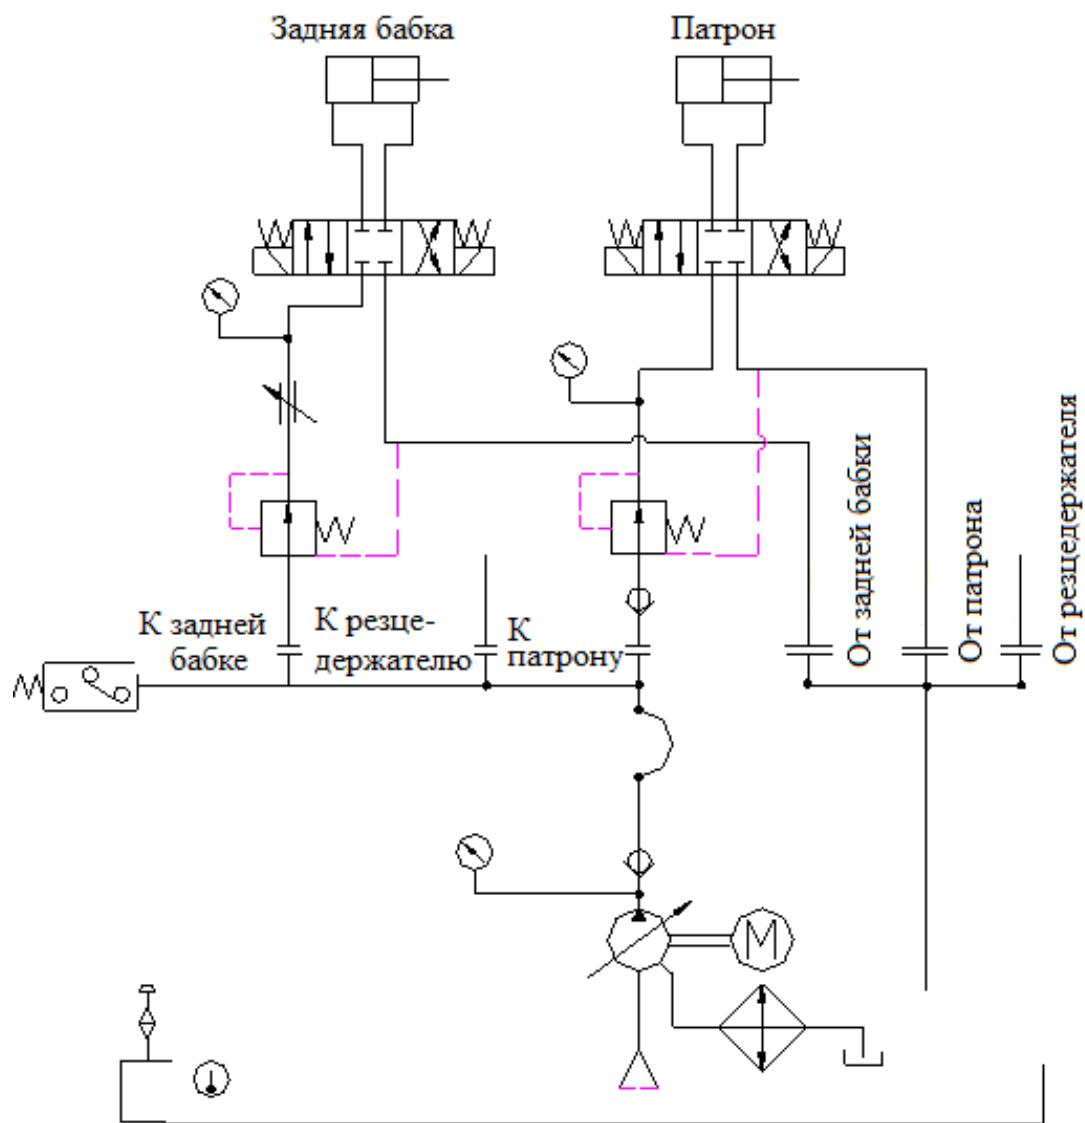

Рис. 5 Принципиальная схема расположения гидравлической системы
- 4) Если в станке используется гидравлический патрон, см. принципиальную схему расположения гидравлического оборудования (Рис. 5). Регулировка давления в системе осуществляется с помощью насоса с поворотными лопатками. Давление в патрубке регулируется с помощью редукционного клапана, который управляет манометром.
Подача питания в патрон и заднюю бабку станка осуществляется посредством автономной гидравлической системы, которая включает в себя масляный резервуар, электродвигатель, лопаточный насос, встроенный маслоагрегат, группа клапанов, трубопровод, манометр и др. На Рис. 5 представлена схема расположении гидравлической системы.